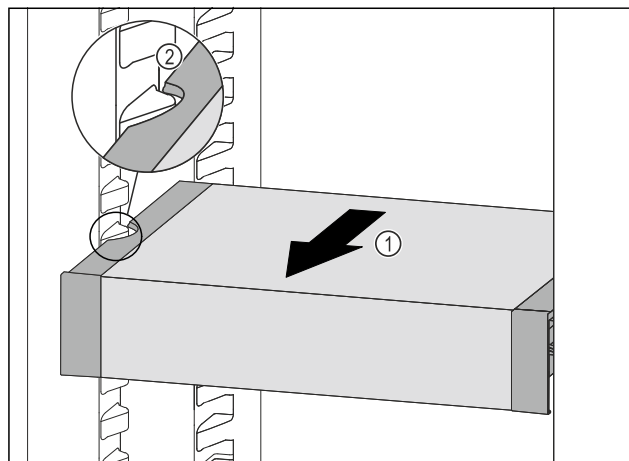

Fig. 159
- Predal VarioSafe povlecite naprej Fig. 159 (1), dokler nista stranska izreza predala VarioSafe na višini nastavka za posodo v hladilniku. Fig. 159 (2)